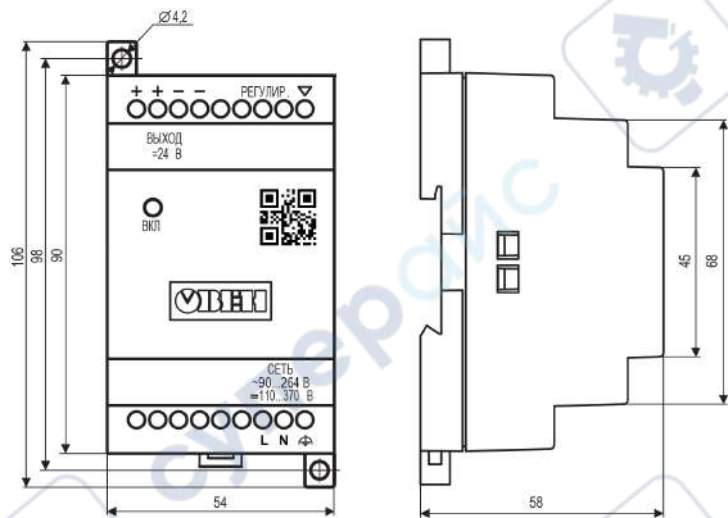

Рисунок 5 – Внешний вид, габаритные и установочные размеры прибора
1. Убедиться в наличии свободного пространства для подключения прибора и прокладки проводов (см. рисунок 5). Подготовить место на DIN-рейке.
1. Убедиться в наличии свободного пространства для подключения прибора и прокладки проводов (см. рисунок 5).